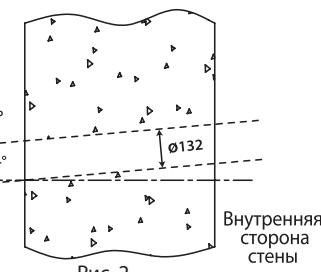

Рис. 2 Уклон отверстия в стене 3-4°
• Установите угол наклона коронки таким образом, чтобы отверстие имело уклон 3-4° вниз в сторону улицы, как показано на Рис.2, для того, чтобы осадки не смогли попадать с улицы внутрь помещения.